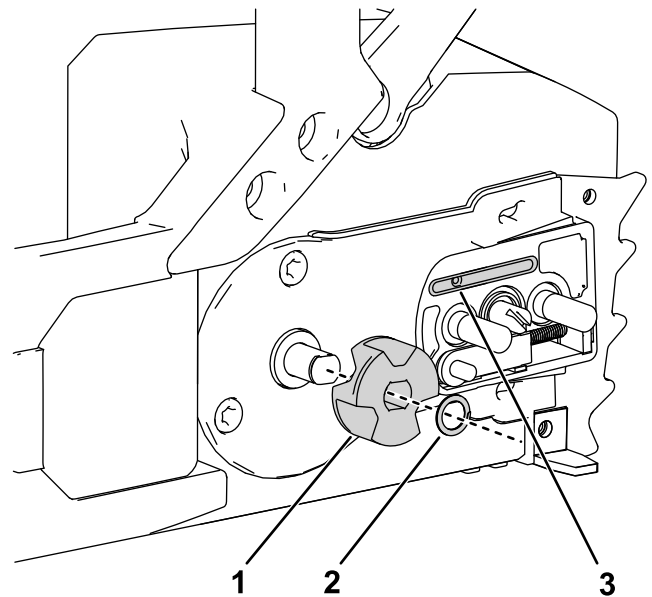

Bild 29
5. Nehmen Sie den Clip des Antriebsrad von der Kettensäge ab (Bild 29).
9. Prüfen Sie den Ölaustritt (Bild 29) auf Rückstände und reinigen Sie den Bereich ggf.